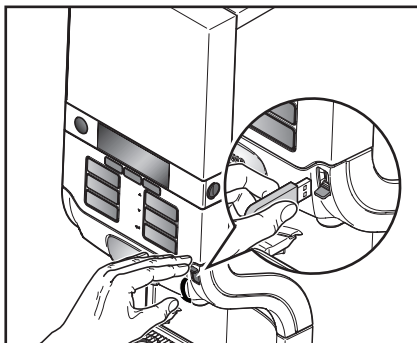

Fig. 29
- Indsæt den leverede USB-nøgle i USB-porten på kaffemaskinen (fig. 29).